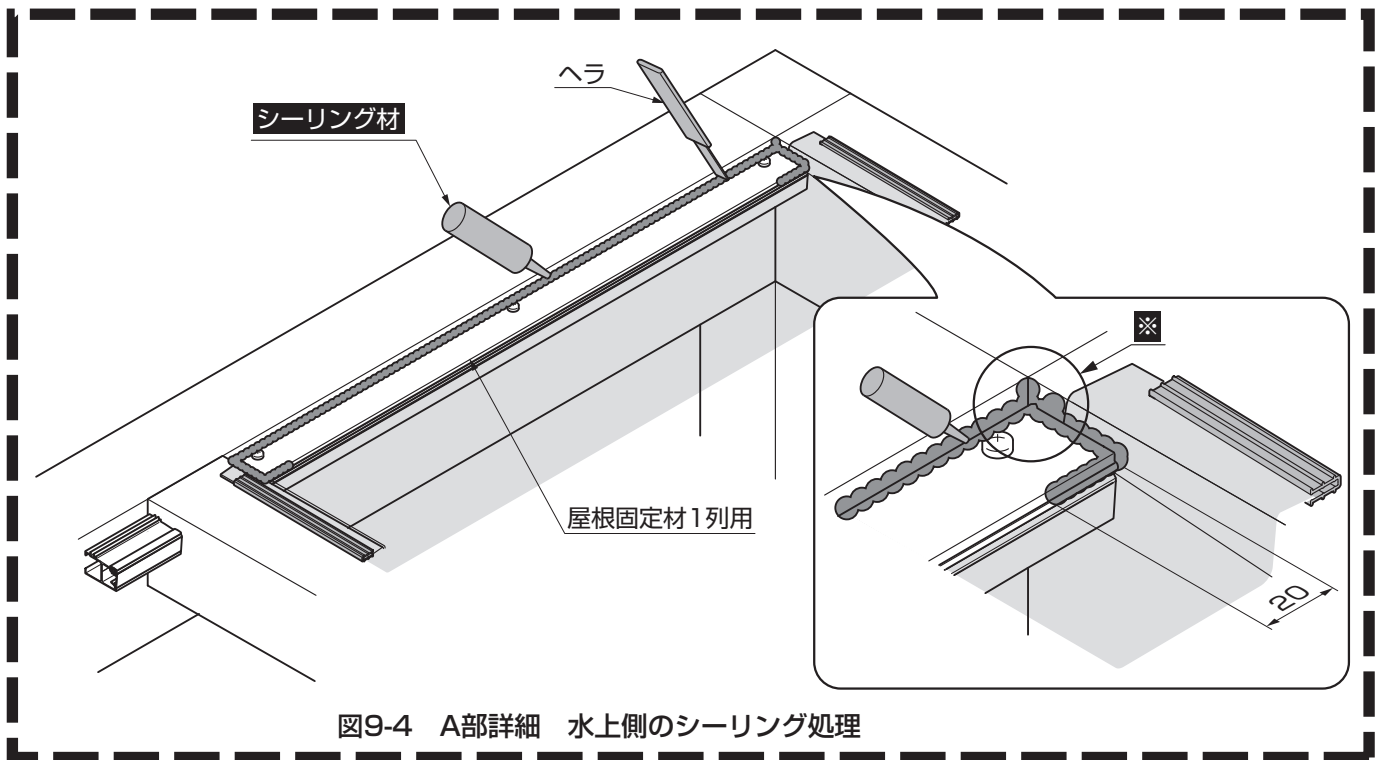

図9-4 A部詳細 水上側のシーリング処理
- ② 屋根固定材 1列用とフレーム、中間フレームの間にシーリングをしてください。(図9-4参照)